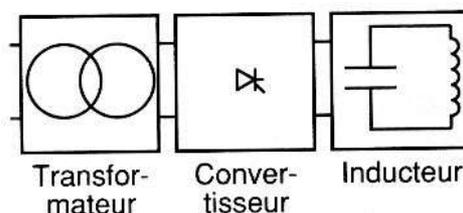

Figure 2.9 – Principe d'un générateur haute fréquence
- de 400 Hz à 50 kHz : on utilise des convertisseurs statiques à thyristor qui présentent un très bon rendement (figure 2.9).